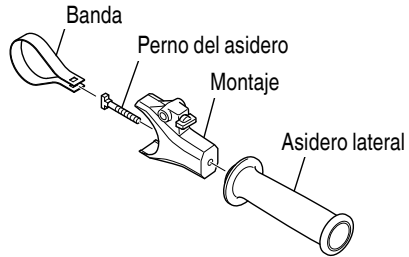

Fig. 2
- (1) Gire el asidero lateral para desmontarlo. (Fig. 2)